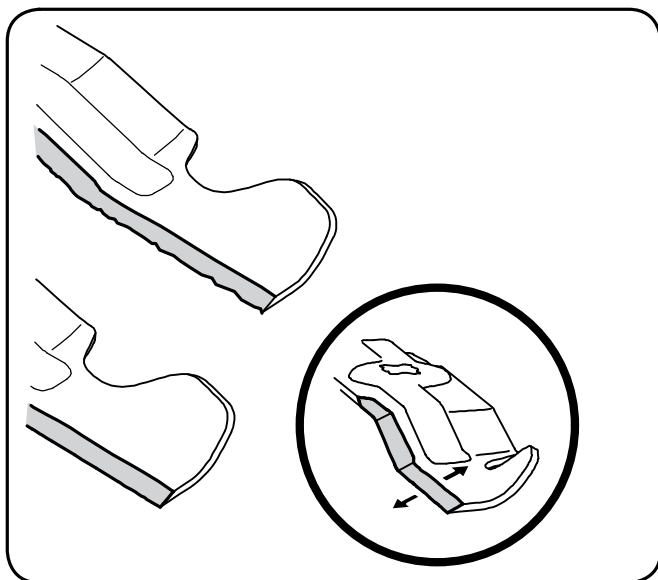

Figure 7-10
4. Pour aiguiser les lames, éliminez la même quantité de métal des deux extrémités sur le côté tranchant. Aiguissez le bord tranchant sur toute sa longueur, parallèlement au bord arrière, soit à un angle de 25° à 30°. Il est essentiel d'aiguiser les tranchants de façon égale pour conserver une lame bien équilibrée. Voir la Figure 7-10.